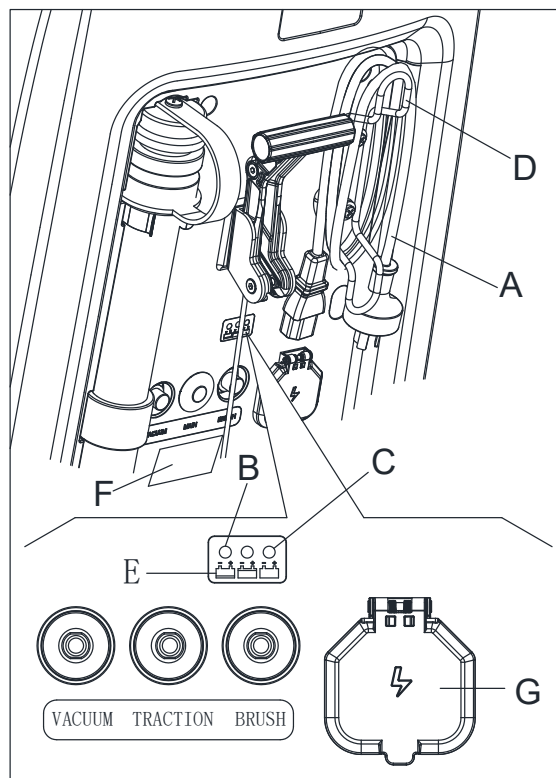

Abbildung 15
- Schließen Sie das Akkuladekabel (A, Abb. 15) an das Stromnetz (G) an (die elektrische Netzspannung und Frequenz müssen mit den Werten des Akkuladegeräts kompatibel sein), wie abgebildet auf dem Seriennummernschild (F) der Maschine. Wenn das Ladegerät an das Stromnetz angeschlossen ist, werden alle Maschinenfunktionen automatisch abgestellt. Wenn die rote Kontrollleuchte (B) auf dem Bedienfeld des Ladegeräts anbleibt, lädt das Ladegerät die Akkus auf.
- Wenn die grüne Kontrollleuchte (C) aufleuchtet, ist die Akkuladung abgeschlossen.
- Wenn der Akkuladevorgang abgeschlossen ist, trennen Sie das Batterieladekabel (A) vom Stromnetz (G) ab und wickeln es um das Gehäuse (D).
Für weitere Informationen über den Betrieb des Ladegeräts (E, Abb. 15), beziehen Sie sich auf die entsprechende Bedienungsanleitung.